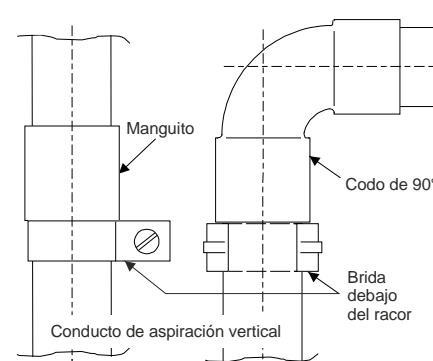

Fig. 24 Conducto de aspiración vertical
- Si el conducto de aspiración o algunos de sus elementos se colocan en vertical (p. ej., en una línea ascendente o en almacenes con estantes elevados), debe garantizarse que los tubos no se deslicen hacia abajo (colocar bridas justo debajo de los racores según la **Fig. 24**).